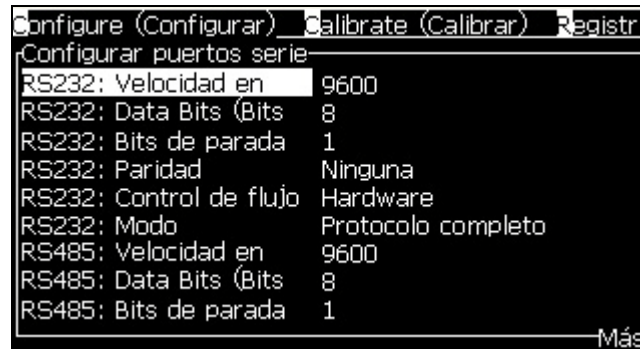

Figura 4-21: Cuadro de diálogo *Configurar puertos serie*
- 2 Seleccione la opción *Configuración del puerto serie*, y pulse la tecla *Intro*. Aparecerá el cuadro de diálogo *Configurar puertos serie* (consulte Figura 4-21).